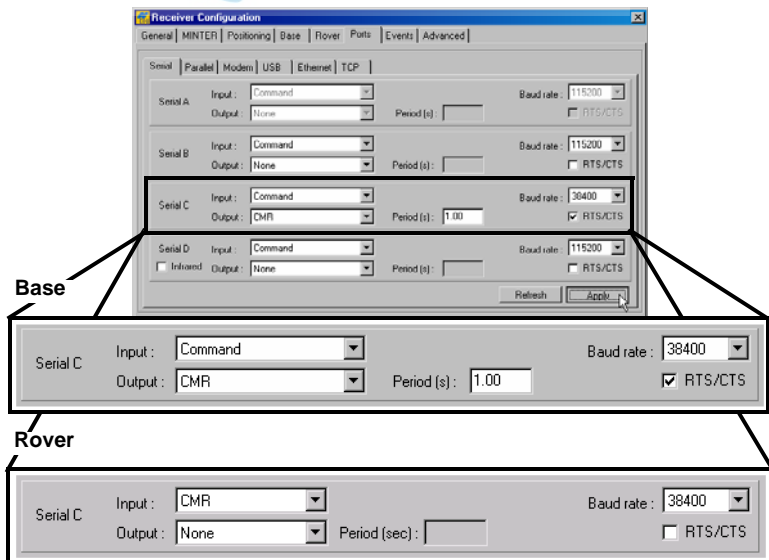

Figura 3-14. Configuración de la Base y el Rover para Levantamientos RTK - Puertos
11. Para levantamientos RTK, haga clic en la pestaña *Ports* y defina los siguientes parámetros de puerto para el puerto serial (Tabla 3-6), a continuación haga clic en **Apply** (Figura 3-14 de la página 3-19).